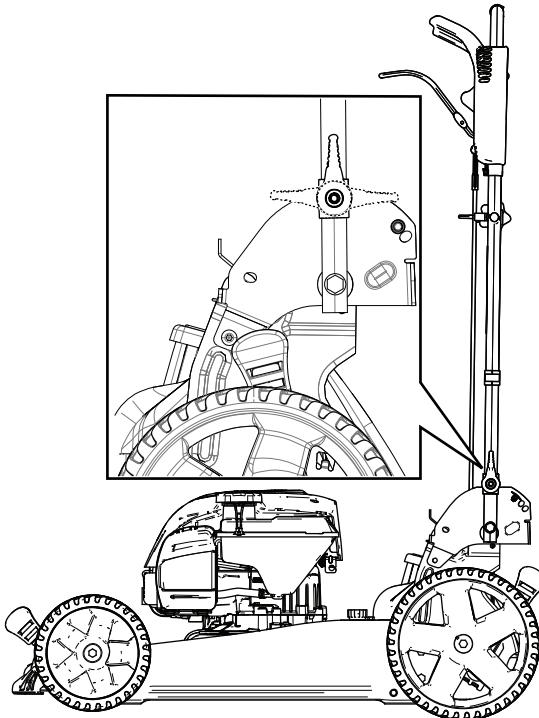

Figura 25
2. Piegate la stegola in avanti o in posizione verticale o in posizione completamente in avanti come illustrato in Figura 25.